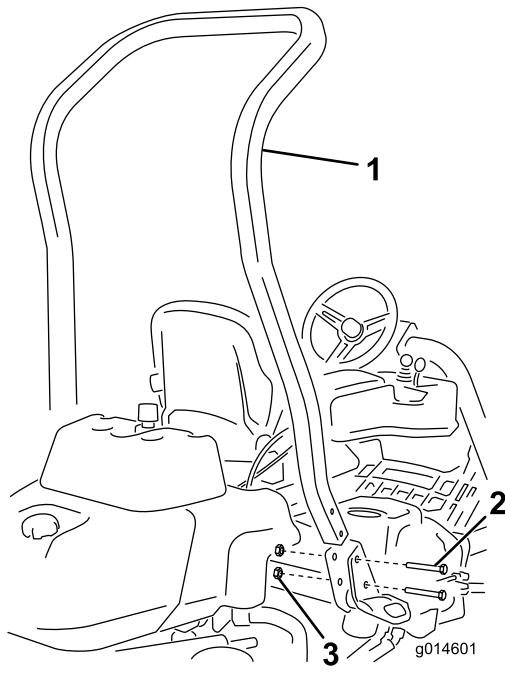

Bild 3
- Befestigen Sie den Überrollbügel mit vier Schrauben (1/2" x 3-3/4") und vier Bundmuttern (1/2") in den Aussparungen an jeder Seite der Maschine (Bild 3).